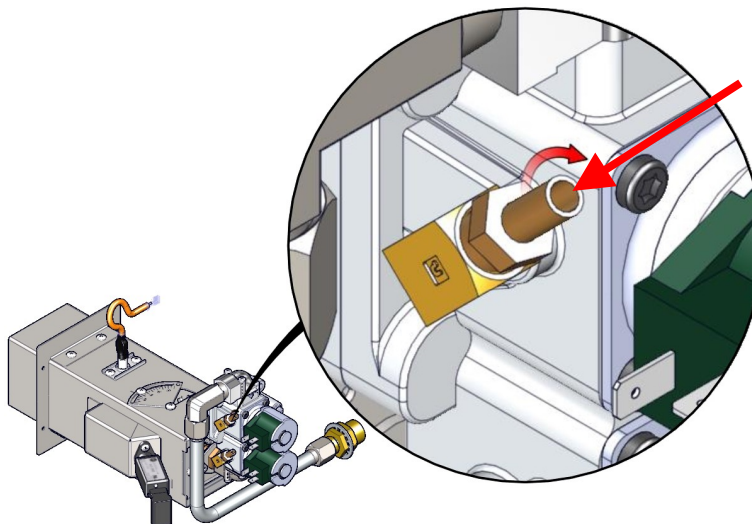

Abbildung 2
- Ziehen Sie die Schraube im Uhrzeigersinn, bis eng (Abbildung 2)